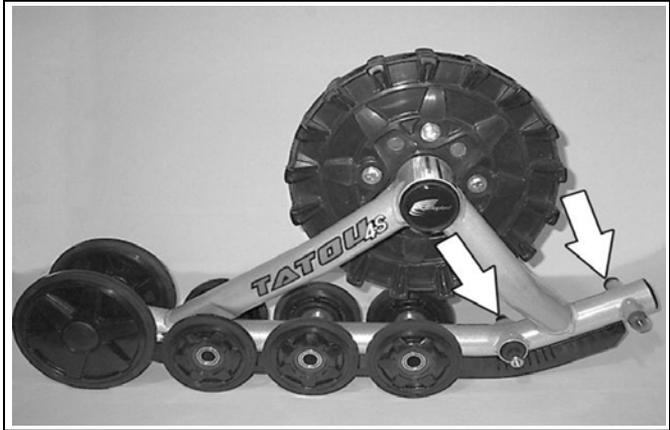

Figure 21
- Enlevez les deux roues de 201-mm vis-à-vis le tendeur de chenille (voir la Figure 21).